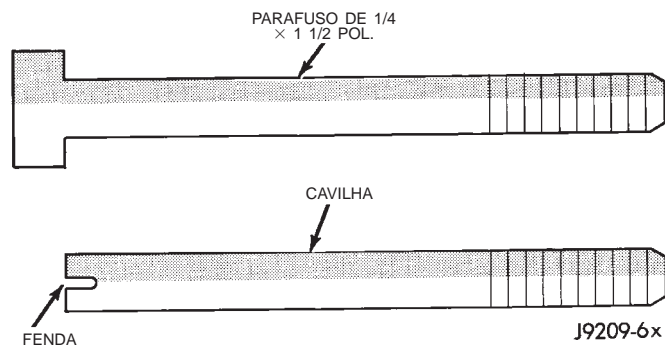

Fig. 59 Confeção das Cavilhas de Alinhamento
(1) Limpe as superfícies da gaxeta do cárter e bloco.
(2) Confeccione 4 cavilhas de alinhamento de 1/4 x 1 1/2 pol. Corte a cabeça dos parafusos e corte uma fenda no topo da cavilha. Isto facilitará a instalação e remoção com uma chave de fenda (Fig. 59).